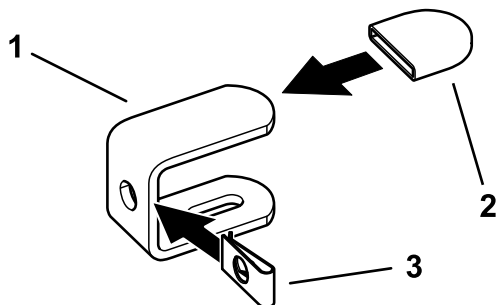

Figura 1
2. Instale un tapón y una tuerca rápida en cada soporte de montaje (Figura 1).